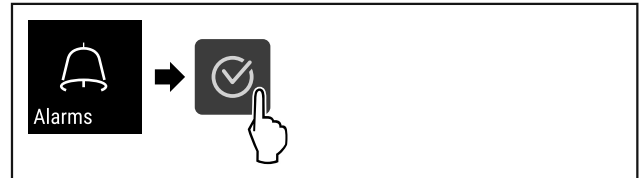

Fig. 105
- ▶ Hajtsa végre a művelet lépéseit (lásd Fig. 105).